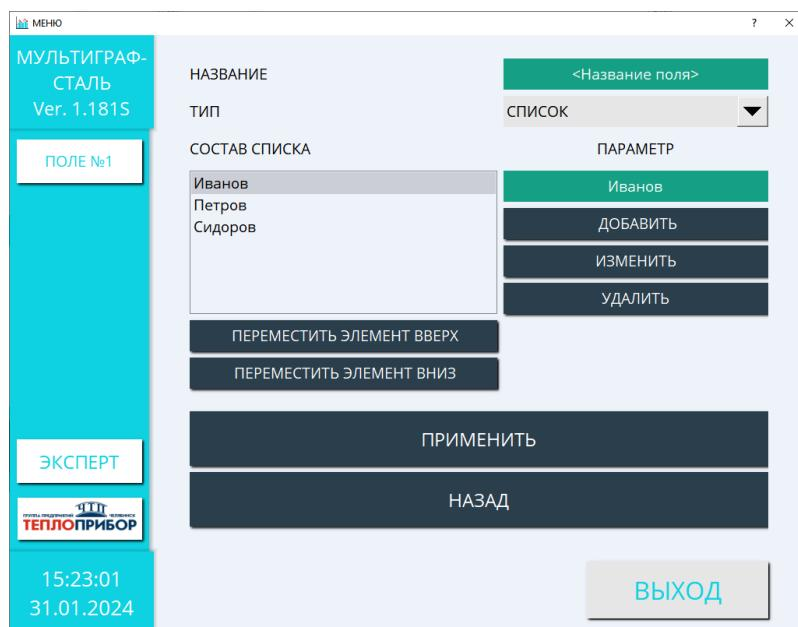

Рисунок 2.16 – Параметры настройки списка
- 3) «СПИСОК» - текстовое поле с выбором значения из списка (рисунок 2.16). Длина каждого значения не должна превышать 23 символа, суммарная длина элементов списка – до 200 символов.